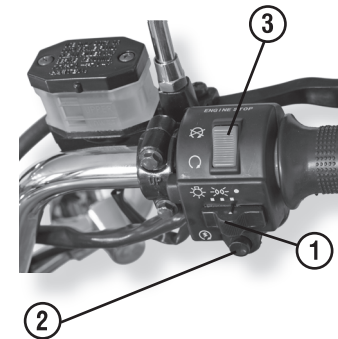

Рис. 8 Блок переключателей на руле правый
Выключатель световых приборов (рис. 8, поз. 1) имеет три фиксированных положения:
**Кнопка электростартера** (рис. 8, поз. 2) служит для запуска двигателя.
Стоп-двигатель (рис.8 поз.3) имеет два фиксированных положения: